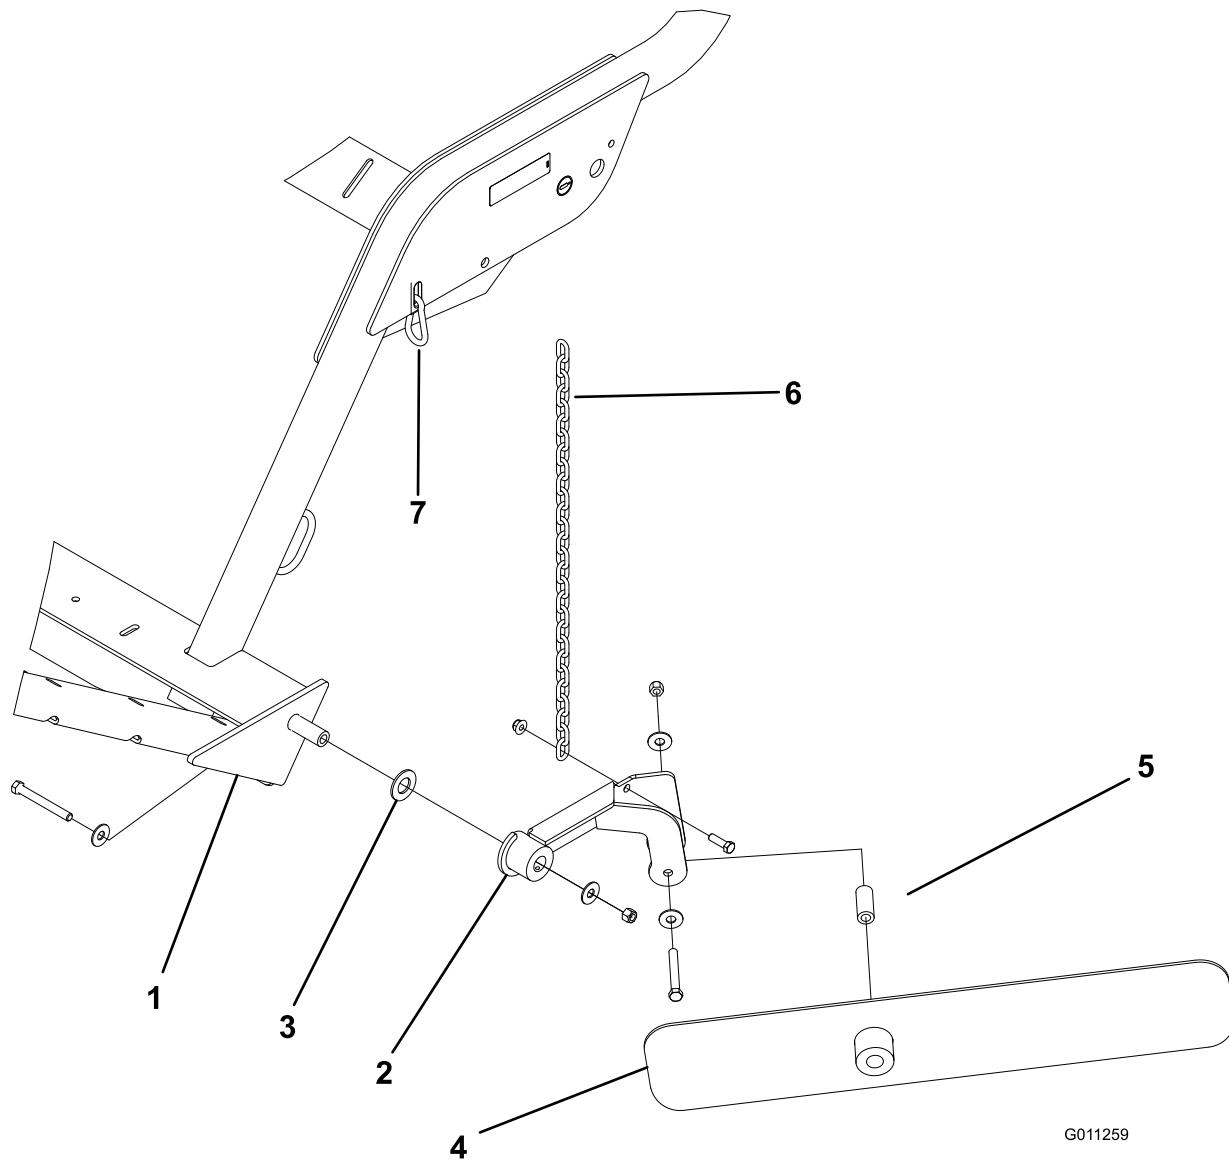

図 15
- ブレード取り付けアセンブリをスイーパのフレームの左端に取り付ける；7/16 x 3-1/4 in ボルト、小さいワッシャ(2枚)、大きいワッシャ(1枚)、ロックナットを使う。各コンポーネントは図 15 のように組み付ける。
ワッシャ (2枚) 、スペーサ、ロックナットを使用する。各部材は図のように配置する図 15。ブレードの長い側がスイーパから遠くなるように取り付けること。
3. ブレード取り付けアセンブリにチェーンを固定する； 3/8 x 1-1/4 in ボルトとナットを使用する (図 15)。
4. スナップ・リンクを使って、チェーンのもう一方の端をフレームのスロットに固定する (図 15)。
る (図 15) ; チェーンに多少のたるみを持たせること。